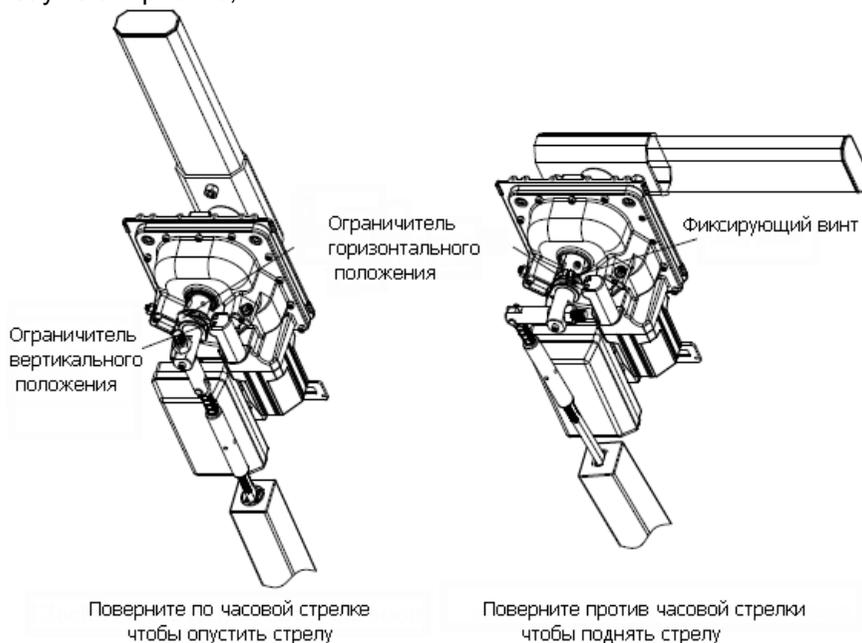

Рис. 12 – Расположение элементов для левостороннего шлагбаума
- 2) ослабьте винт, фиксирующий ограничитель вертикального положения. При левостороннем шлагбауме см. рис. 12, при правостороннем шлагбауме см. рис. 13;
2) ослабьте винт, фиксирующий ограничитель горизонтального положения. При левостороннем шлагбауме см. рис. 12, при правостороннем шлагбауме см. рис. 13.